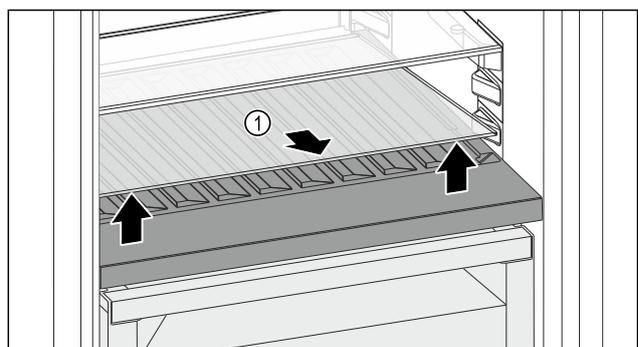

Fig. 116
- ▶ Sollevare il ripiano di vetro Fig. 116 (1) dall'incavo anteriore e rimuoverlo.
- Conservare il ripiano di vetro *Fig. 116 (1)* fuori dall'apparecchio in un luogo sicuro.